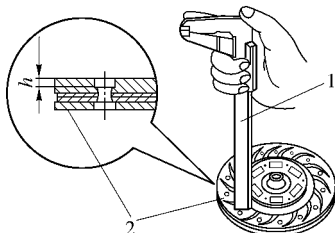

图 2-35 从动盘磨损的检查
(3) 从动盘磨损的检查 如图 2-35 所示,检查从动盘 2 的磨损,用游标卡尺 1 测量从动盘铆钉头高度 h ,不得小于 0.3 mm,否则应更换从动盘。